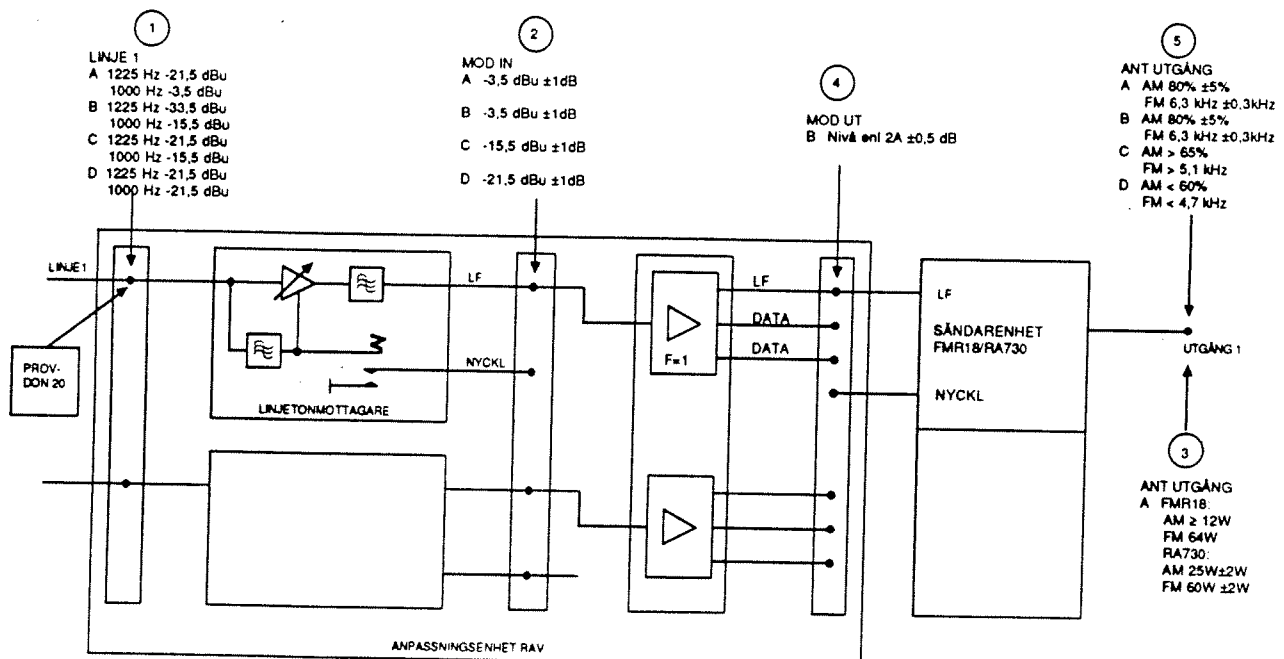

Bild 3
3.2.3.1 Anslut provdon RADIO till vald linjetonmottagares stift LINJE 1, se bild 3, ① A, i anpassningsenhet RAV stiftfält.
Anslut nivåmetern till linjetonmottagarens stift MOD IN, se bild 3, ② A.
Anslut HF-effektmetern, tillsammans med den kalibrerade koaxialkabeln, till aktuell sändares antennutgång, se bild 3, ③ A.
Kontrollera att $-3,5 \text{ dBu} \pm 1 \text{ dB}$ erhålls på nivåmetern, se bild 3, ② A.
Kontrollera att moduleringsgraden är $80 \% \pm 5 \%$, alternativt att deviationen är $6,3 \text{ kHz} \pm 0,3 \text{ kHz}$, se bild 3 ⑤ A.
Kontrollera att $-3,5 \text{ dBu} \pm 1 \text{ dB}$ erhålls på nivåmetern, se bild 3, ② B. Om angivna gränsvärden för nivån inte innehålls, byt linjetonmottagaren.
3.2.3.6 Anslut en nivåmeter till anpassningskassetten utgång MOD UT respektive DATA UT, se bild 3, ④ B för vald linje.
Kontrollera att nivåerna ut från anpassningskassetten inte avviker mer än $\pm 0,5 \text{ dB}$ från uppmätt nivå vid linjetonmottagarens utgång, se bild 3, ④ B.
Kontrollera att moduleringsgraden är $> 65 \%$, alternativt att deviationen är $> 5,1 \text{ kHz}$ se bild 3, ⑤ A.
Kontrollera att moduleringsgraden är $< 60 \%$ alternativt att deviationen är $< 4,7 \text{ kHz}$, se bild 3, ⑤ D.